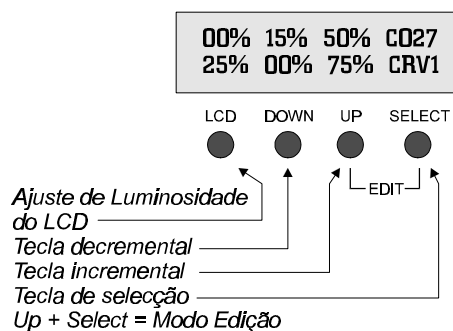

Fig.1
Na figura ao lado (fig.1) poderemos observar o aspecto que o Display (que se refere a um equipamento de 6 canais – LTB62 ou LTB63 – para o LTB35 o display será semelhante só que a informação é respeitante a apenas 3 canais) deverá apresentar depois de ter recebido informação DMX para os canais 27 a 32. “C027” (no canto superior direito), indica que o canal de DMX seleccionado é o canal 27, e “CRV1” (no canto inferior direito), indica que a curva seleccionada é a curva 1.
- Se quisermos seleccionar o canal 27 (conforme o exemplo da fig.1), esse dígito deverá ser “0”, pelo que deveremos passar ao dígito seguinte seleccionando-o (pressiona-se a tecla **SELECT**). Deste modo teremos **C001** (as dezenas a piscar). Pressiona-se duas vezes a tecla **UP** até aparecer o **2**. Falta-nos seleccionar o dígito das unidades. Pressiona-se a tecla **SELECT** de novo e ficaremos com o dígito das unidades a piscar: **C021**. Basta-nos pressionar o tecla **UP** seis vezes até aparecer o **7**. Neste momento teremos finalizado a programação do canal de DMX ao qual pretendemos ficar seleccionados.